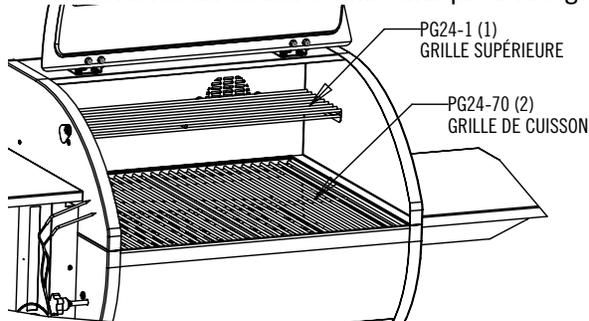

FIG. 10
1. Placer la grille de cuisson et la grille facultative de conservation au chaud comme indiqué à la Fig. 10.